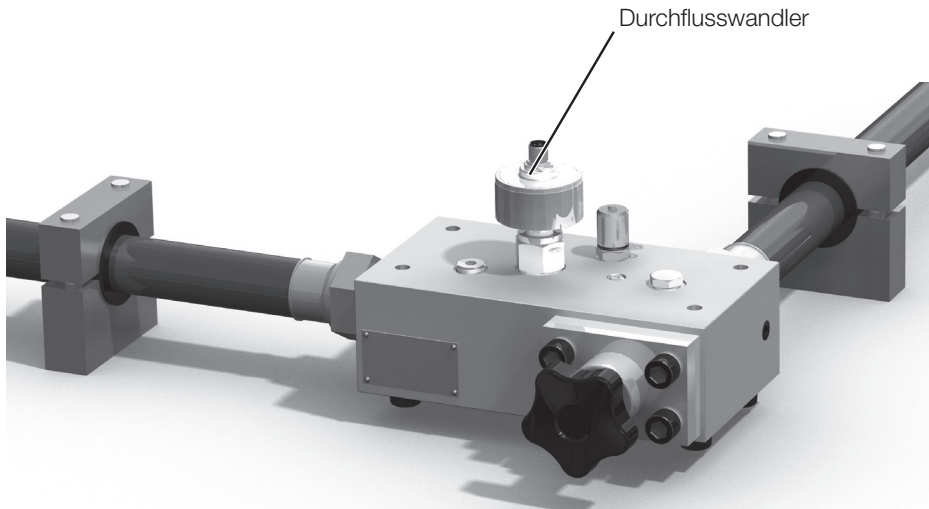

Abb. 3: Installationsbeispiel
-  Niemals den Durchflusswandler ( Abb. 3 auf Seite 20) verdrehen oder vom Gehäuse abschrauben!